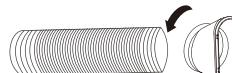

Fig. 3
2. Prolongez l'autre côté du tuyau et le visser à la sortie du tuyau (Fig. 3).